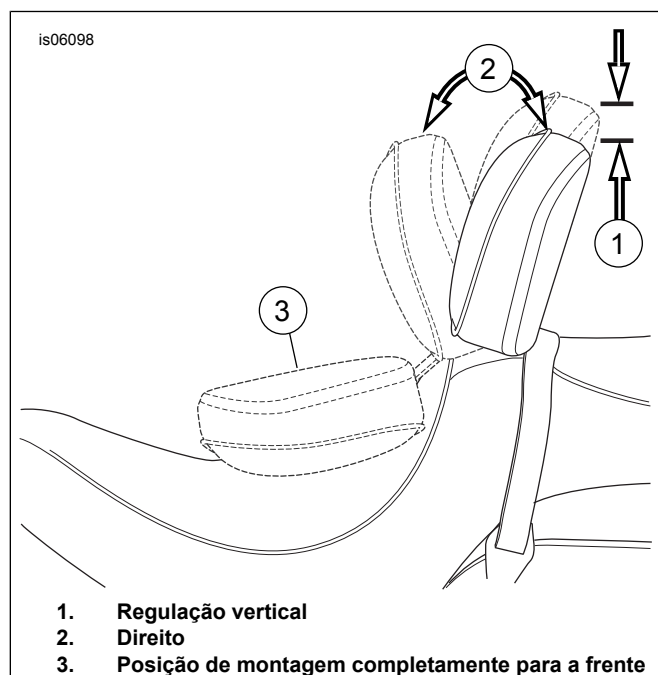

Figura 14. Posições do Encosto
7. Ver Figura 14 . Com o encosto e o assento no lugar, empurre o encosto totalmente para a frente (3). O mecanismo do encosto faz pressão contra a parte inferior do assento e contra o protetor de assento introduzido.
1. Ver Figura 14 . O manípulo de regulação serve para deslocar a almofada do encosto para a frente e para trás.
2. Para regular a almofada do encosto para a frente ou para trás (2), empurre o manípulo.
6. Para regular a almofada do encosto para cima e para baixo (1), puxe o botão na parte traseira da almofada.